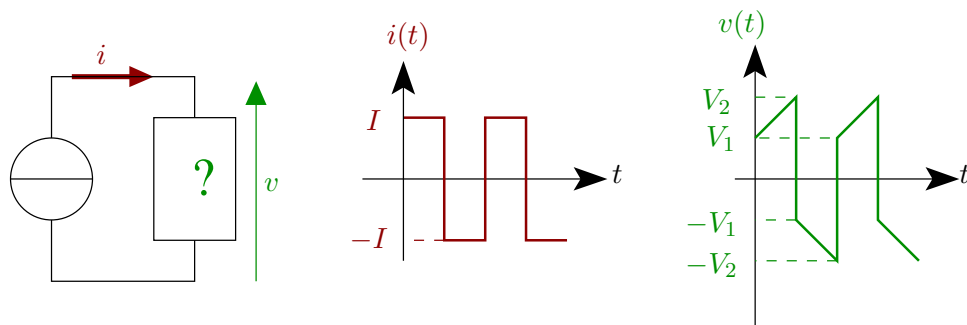

FIGURE 1.1 – Schéma du montage et chronogrammes de l'intensité et de la tension.
Un récepteur est alimenté par un générateur de courant selon le schéma de la figure 1.1. Les lois de variation de l'intensité i de ce courant et de la tension v qui en résulte aux bornes du récepteur sont également représentées sur la figure 1.1.
8. Justifier le chronogramme de tension de la figure 1.1